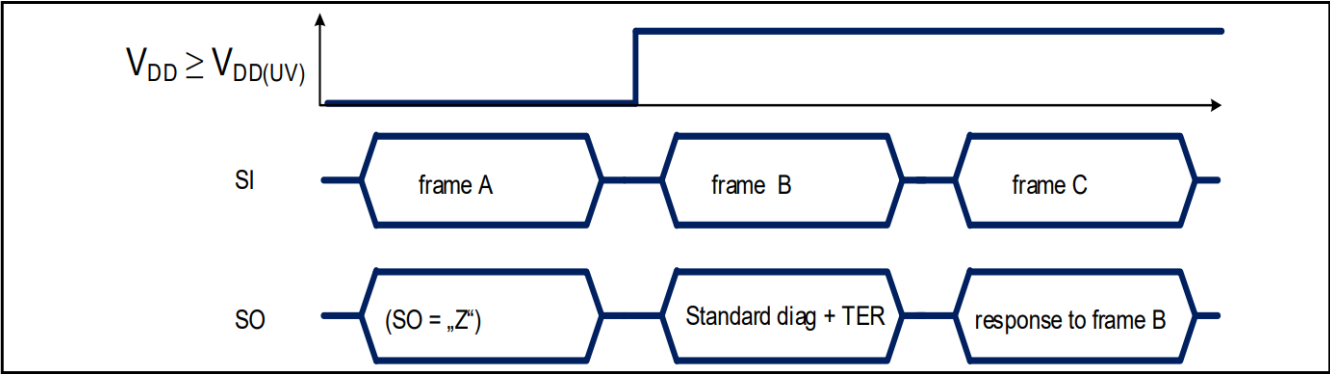

图 36 TLD5501-2QV 在 V_{DD} 在上电复位后的响应
- 当TLD5501-2QV逻辑电源出现欠压复位条件时（ $V_{DD} < V_{DD(UV)}$ ，如图 36所示或 $EN/INUVLO < V_{EN/INUVLOth}$ ）